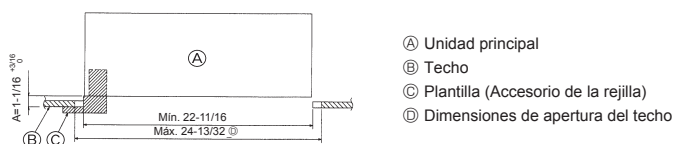

Fig. 4-6
- Cuando la unidad principal no pueda ser alineada contra los orificios de montaje en el techo, se puede ajustar posteriormente gracias a la ranura prevista en la placa de montaje. (Fig. 4-6)